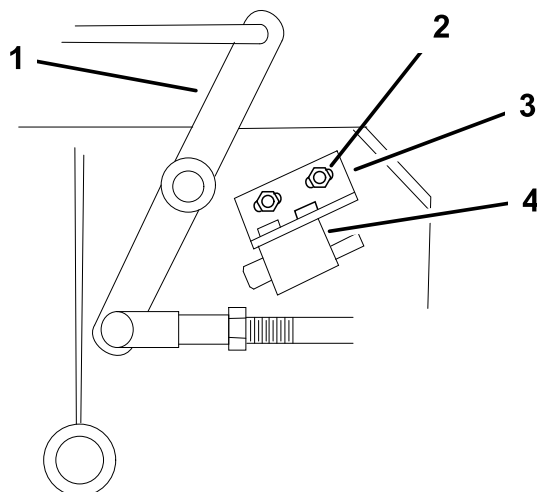

Figura 44
4. Si es necesario, ajuste el interruptor de seguridad de la cuchilla aflojando los pernos que sujetan el soporte del interruptor (Figura 44).
Nota: Asegúrese de que la palanca acodada **no** toca el cuerpo del interruptor, porque esto podría dañar el interruptor (Figura 44). Apriete el soporte de montaje del interruptor.